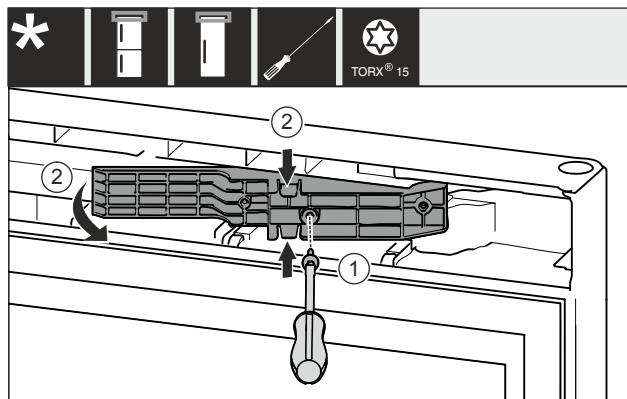

Fig. 12 *
- ▶ Vijake odvijte z izvijačem T15. Fig. 12 (1)*
- ▶ Izvlecite prilagodilnik. Fig. 12 (2)*